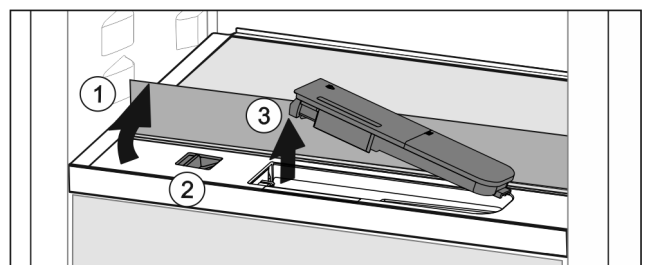

Fig. 127
- ▶ Levante la plancha de cristal y pliéguela hacia detrás hasta que haga tope *Fig. 127 (1)*.
- ▶ Desplace el control deslizante *Fig. 127 (2)* hacia la izquierda.
- ▶ Retire el depósito de agua Fig. 127 (3).